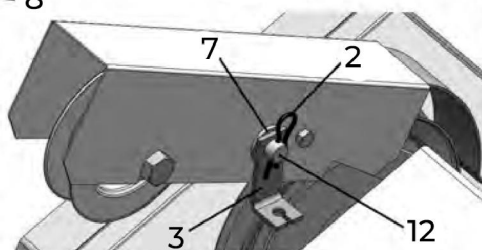

рис. 18
Установить на ось (12): шайбу (7), упор троса (3), вставить шплинт (2) (рис. 18).